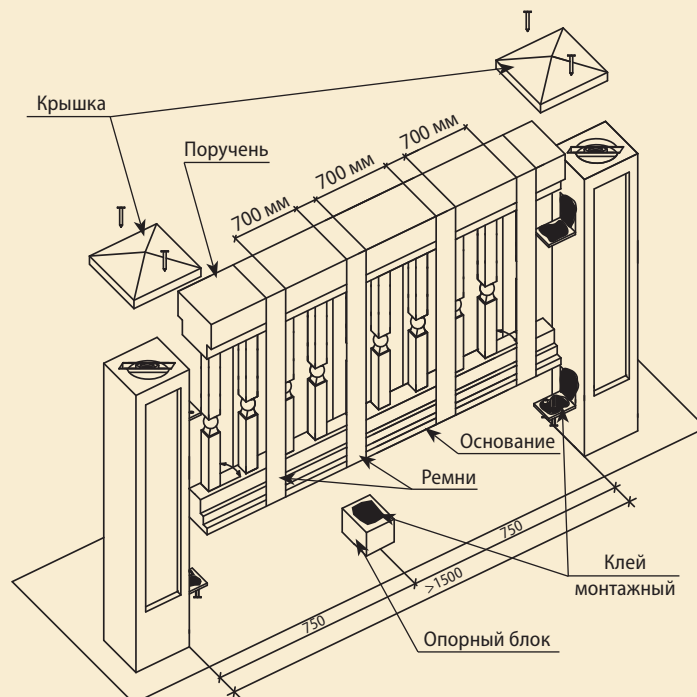

Рис. 2.5
ВНИМАНИЕ: При монтаже перил длиной свыше 1,5 м желательно установить опорный блок (рис. 2.5).
2.8. Монтаж крышки тумбы. Нанесите клей на верхний торец тумбы. Прибейте крышку к верхнему торцу тумбы с помощью двух гвоздей 1,2 × 50. Лёгкими ударами молотка по керну, шляпки гвоздей вдавливаются в поверхность крышки. Получившиеся выемки заполняются автомобильной шпаклёвкой, после её высыхания тщательно зачищаются мелкой наждачной бумагой (рис. 2.5).